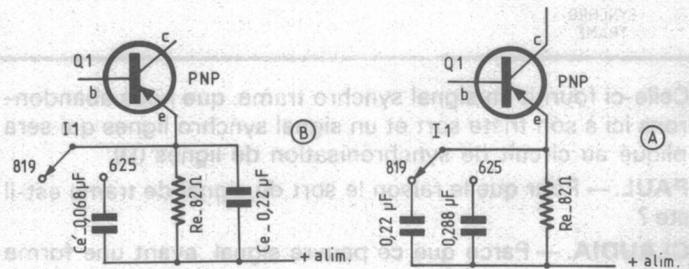

fig. 4
Je propose le schéma de la **figure 4 (A)**.
Il suffira donc de réaliser le montage de la **figure 4 (B)**, qui est plus économique.
Voici à la **figure 4** un schéma de driver.